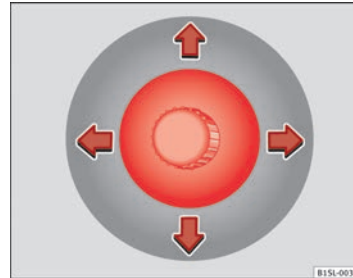
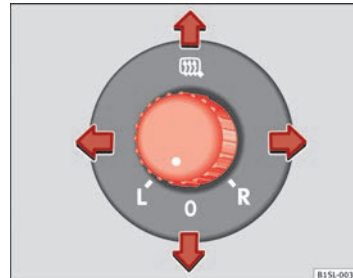

Abb. 65 In den vorderen Türen: Stellknopf für den mechanischen Außen spiegel.
Abb. 66 An der Fahrertür: Drehknopf für die elektrisch verstellbaren Außen spiegel.
Die Außen spiegel werden durch Schwenken des Stellknopfs ⇒ Abb. 65 oder des Drehknopfs\* eingestellt ⇒ Abb. 66.
**Drehknopf ⇒ Abb. 66 in gewünschte Position drehen:**